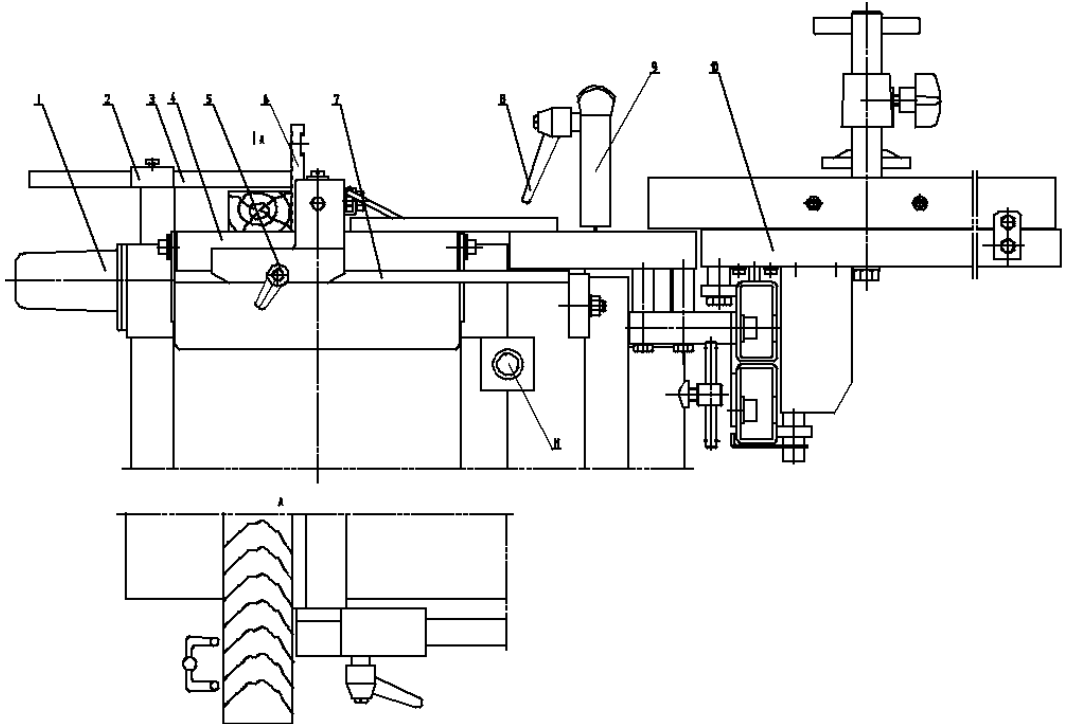

Рис.9
### Строгание поверхности (Рис.9)
Предупреждение: Поверните гладкую поверхность направляющей 7 влево (Рис.9) для демонтажа пилы, сверла и кожуха фрезы. Установите кожух пилы и крышку вала. Переведите кнопку 1 в положение R (Рис.14).
- Оператор во время работы занимает положение, указанное на Рис. 9.
- В случае внезапной неполадки или несчастного случая нажмите кнопку Е (11).
- Выньте сверло и пильное полотно (диск), установите кожух шпинделя 1 и крышку 9 (Рис.9)
- Снимите лезвие пилы, поставьте крышку 9, как показано на Рис. 9. Закройте вал направляющей 3.
- Снимите кожух вала 1 (Рис.9).